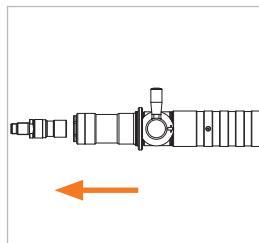

Figure 3
- ▶ Insérez le nozzle de ravitaillement dans le réceptacle du véhicule jusqu'en butée et maintenez le nozzle dans cette position (position OFF) (*Figure 3*).